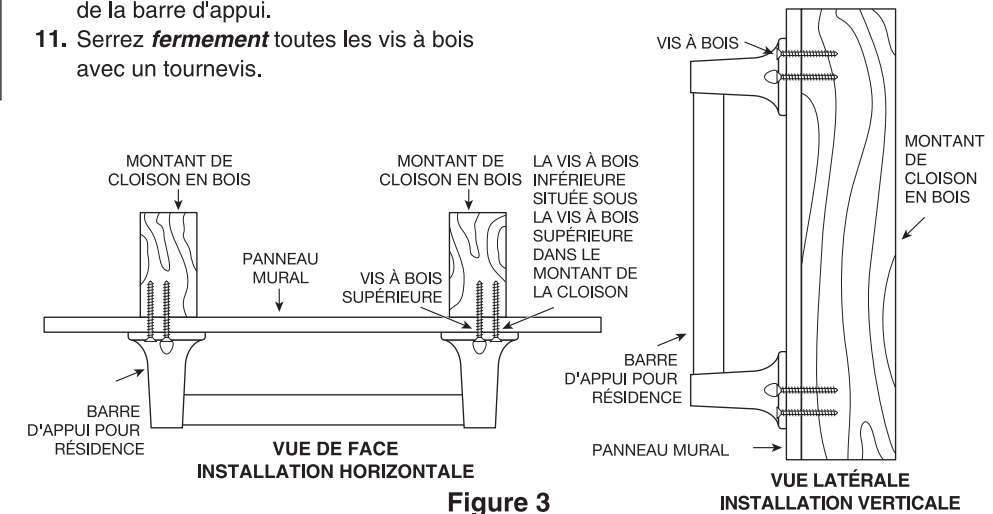

Figure 3
9. Insérez les vis à bois fournies à l'une des extrémités de la barre d'appui. Vissez dans le mur et le montant de cloison (**SERREZ FERMEMENT À LA MAIN SEULEMENT**) (voir Figure 3).